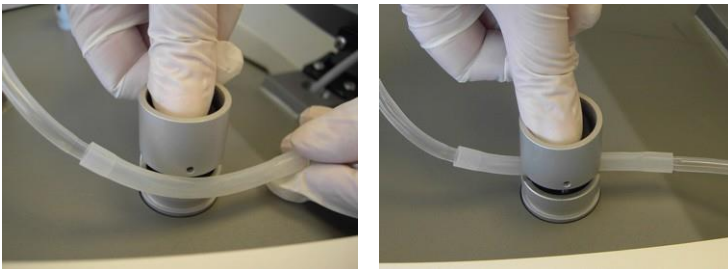

Figura 3-64. Introducción de la inserción gruesa del tubo de extracción en la ranura de la electroválvula izquierda
20. Mantenga presionada la electroválvula mientras introduce la inserción gruesa del tubo de extracción en la ranura de la electroválvula, como se muestra en la Figura 3-64.